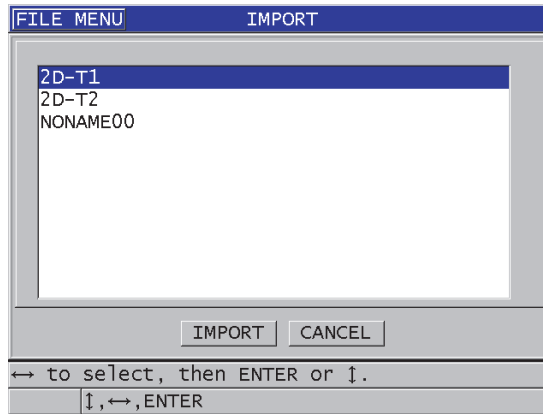

Abbildung 14-9 Fenster IMPORT (Beispiel)
6. Verfahren Sie im Fenster **IMPORT** (siehe Abbildung 14-9 auf Seite 291) wie folgt: